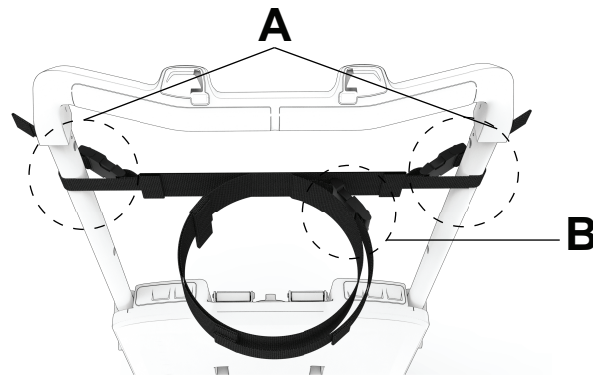

Figura 30 – Conecte las hebillas de liberación laterales
1. Envuelva las correas alrededor de la barra de agarre y conecte las hebillas de liberación laterales (A) (Figura 30).
5. Envuelva las correas alrededor de la cabeza del paciente y conecte la hebilla de liberación lateral (B) (Figura 30).